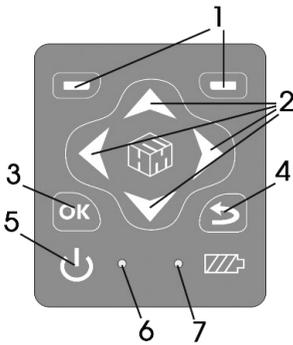
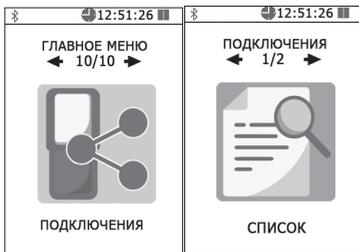

Рисунок 2
Рисунок 3
8.2.2. При наличии в комплекте поставки БУИ включить его. Для этого необходимо нажать и удерживать не менее 3 с кнопку 5 (рис. 2). При этом должен загореться индикатор б (рис. 2), обозначающий включенное состояние БУИ.
8.2.3. На клавиатуре БУИ нажать правую контекстную кнопку 1 (рис. 2) «далее» для перехода в «главное меню». С помощью кнопок  и  (рис 2) перейти к пункту меню «подключения» и нажать кнопку . При этом осуществится переход в меню «подключения» к пункту «список» (рис. 3).